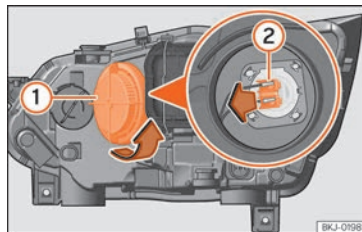

**Fig. 101** Nel vano motore: lampadina per abbaglianti.
- Ruotare il coperchio (1) verso sinistra ed estrarlo »» fig. 101.
- Estrarre il connettore della lampadina (2) tirando verso l'esterno.
- Collocare il connettore della lampadina (2).
- Collocare il coperchio (1) girando verso destra.